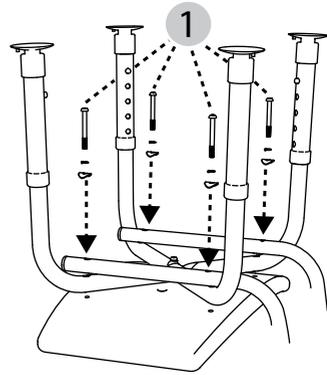

fig. 3
3. Nel passaggio successivo, far combaciare i fori delle gambe telescopiche con i tubi dello schienale e avvitare alla seduta tutti i componenti (fig. 3, 1). Utilizzare a tale scopo i seguenti elementi: 4 rondelle, 4 viti da 55 mm.